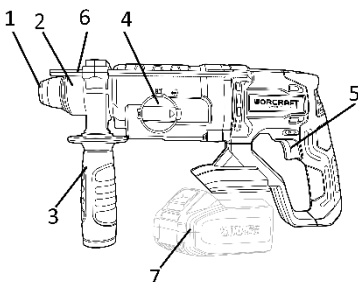

Рисунок 1
**4.1** Після під'єднання акумуляторної батареї (продається окремо!), виберіть необхідний режим роботи виробу за допомогою перемикача (4) (див. рисунок 1).
- ударно-обертальний режим - перемикач (4) в положенні ;
- ударний режим - перемикач (4) в положенні ;
- обертальний режим - перемикач (4) в положенні .
**4.2** Для ввімкнення виробу натисніть на курок вимикача (5) (рис.1). Для відключення виробу слід курок відпустити.